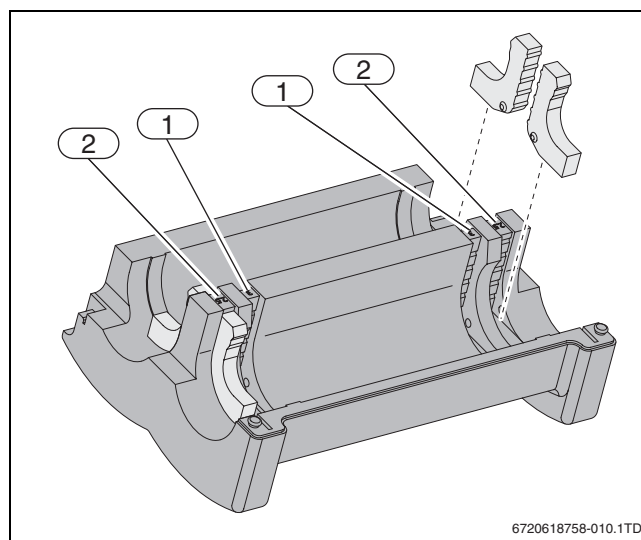

Fig. 9 Binnenzijde schaaldeel
- ▶ Plaats bij de 2½" en 3"-verdeler de verkleiners in de buitenste isolatieschaal. Plaats bij een 2½"-verdeler de verkleiners in de buitenste uitsparingen (→ fig. 9, [2]). Plaats bij een 3"-verdeler de verkleiners in de binneste uitsparingen (→ fig. 9, [1]).